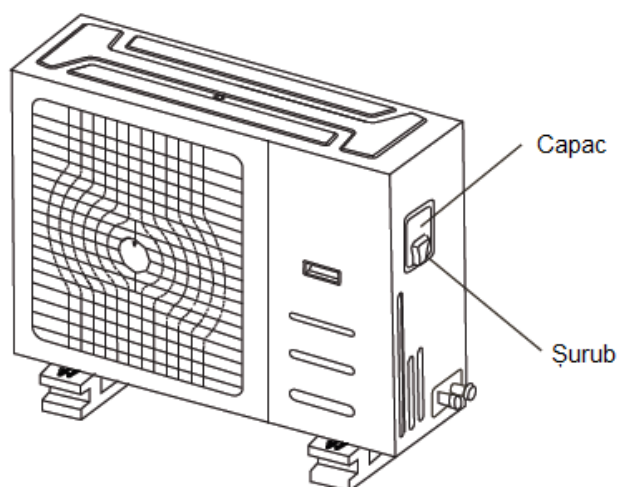

Fig.9-2
- Îndepărtați capacul electric al unității interioare. Dacă nu există capac pe unitatea interioară, demontați șuruburile de pe placa de întreținere și îndepărtați panoul de protecție. (Consultați Fig. 9-2)